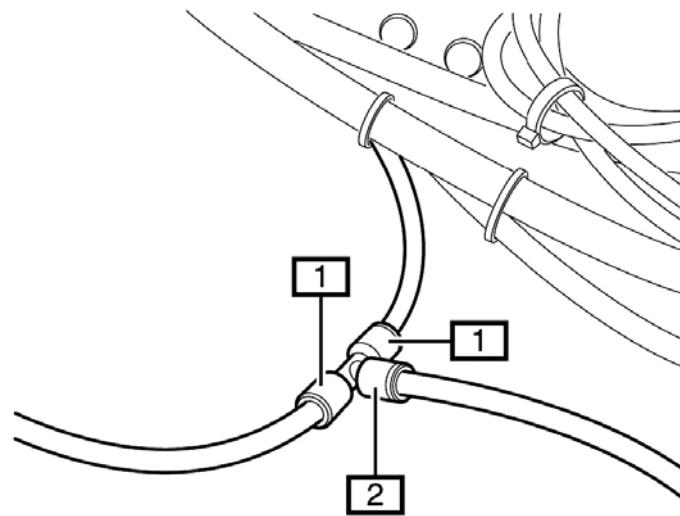

Fig. 4:
- Das Luftrohr (1) zum Luftfederbalg (2) mit einem Polyamidrohr-Abschneider trennen.
- **Fig. 4** Die Enden der durchgetrennten Zuleitung in den Leitungsverbinder (1) fest einstecken und einrasten.
- Cut the air pipe (1) to the air bellows (2) with a polyamide cutter.
- **Fig. 4** Push the ends of the cut pipe into the pipe connector (1) until they snap into place.
- Couper le tuyau d'aérage (1) menant au soufflet de suspension pneumatique (2) avec une cisaille à tube en polyamide.
- **Fig. 4** Insérer solidement et bloquer les extrémités de la conduite coupée sur le connecteur (1).
- Cortar el tubo de aire (1) del fuelle del resorte neumático (2) con un dispositivo para cortar tubos de poliamida.
- **Fig. 4** Insertar fijamente los extremos de los conductos en el conector (1) hasta que engranen.